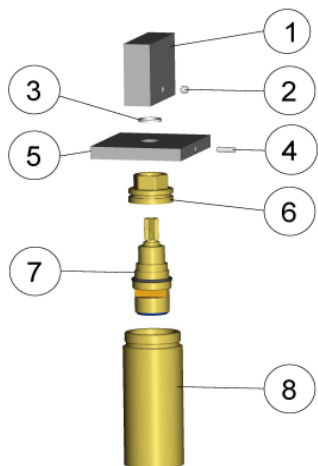

Fig.2
c) estrarre la piantana (10) dal piano sanitario;
d) svitare il grano (2) dalla maniglia (1) con una chiave a brugola **Ch2** ed estrarre la maniglia (v. Fig.2);
e) estrarre l'anello antifrizione (3) (v. Fig.2);
f) svitare il grano (4) posto dietro la basetta (5) con la chiave a brugola **Ch2** (v. Fig.2);
g) svitare la basetta (5) ruotando in senso antiorario (v. Fig.2);
h) svitare il dado (6), posto sul vitone, con una chiave a bussola **Ch17** ruotando in senso antiorario (v. Fig.2);
i) prendere la maniglia (1), inserirla sulla broccia del vitone (7) e svitare quest'ultimo ruotando in senso antiorario (v. Fig.2);
l) sostituire il vitone (7) con quello nuovo ed avvitarlo nella piantana (8), con l'ausilio della maniglia (1), fino a che non arrivi in battuta (v. Fig2);
m) avvitare il dado (6) con la chiave a bussola per fissare il vitone;